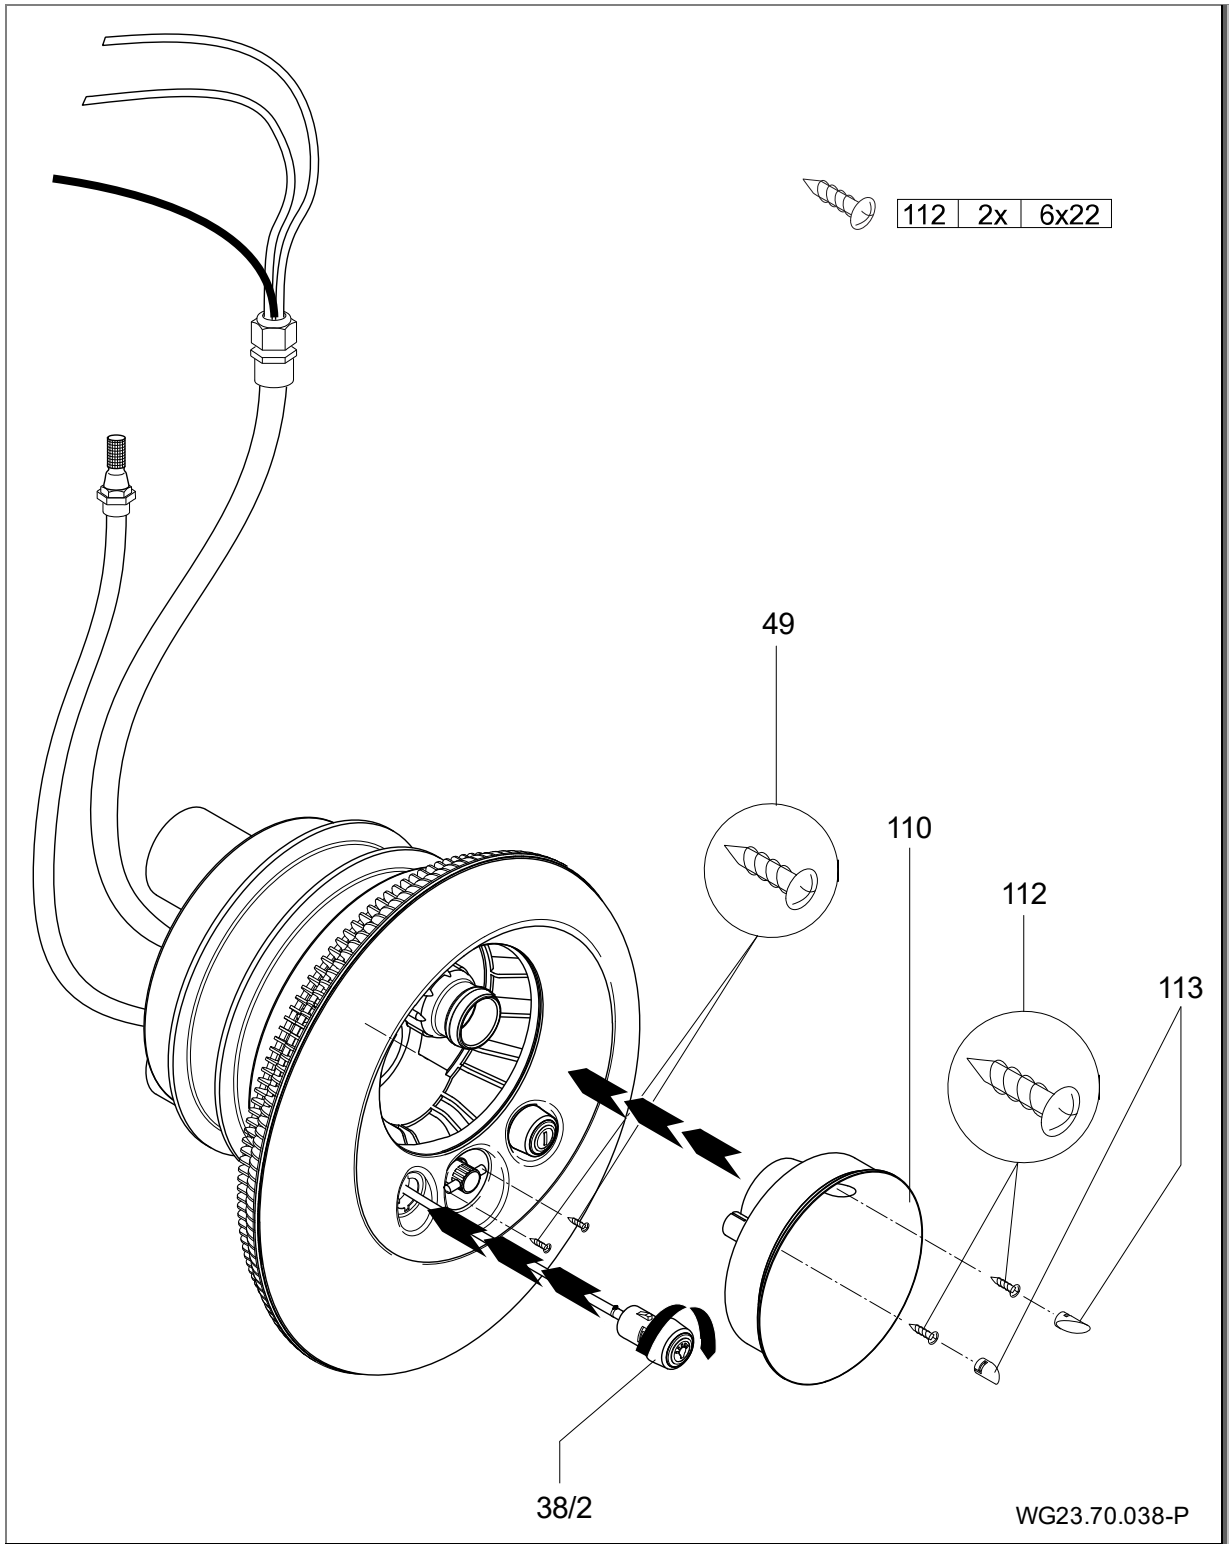

Bild 20
8. Sätt på kåpan av rostfritt stål (93) på insugningshuset (107) och fäst den med de båda skruvarna (49) på munstyckshuset. Sätt in båda pneumatikknappar genom kåpan i munstyckshuset och spärra dem genom att vrida medsols. (Bild 20)
9. När ljuskåpan (110) monteras, fixeras kåpan av rostfritt stål (93) ytterligare. För in ljuskåpan (110) över kulmunstycket (54) i munstyckshuset (102.1) och fäst med de båda skruvarna (112). (Bild 20)